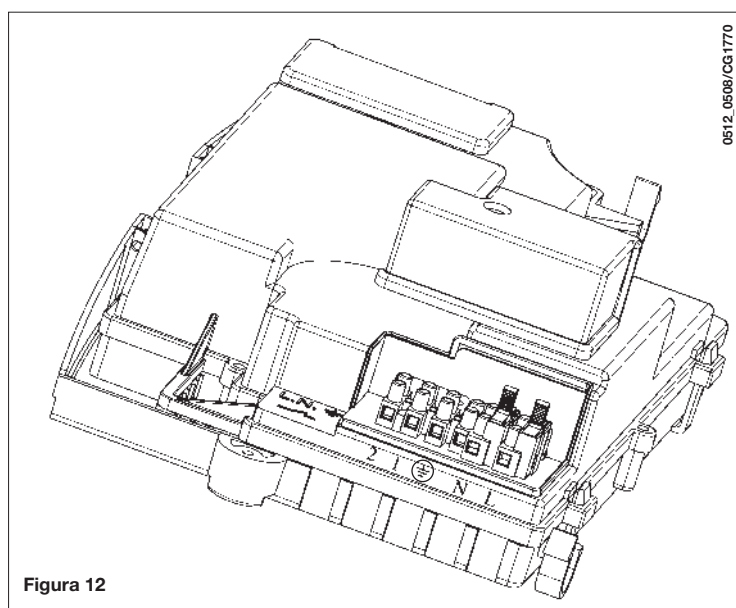

Figura 12
- retirar la tapa y acceder a la zona de conexiones eléctricas (figura 12).
- acceder al tablero de bornes de alimentación (figura 12) como se describe en el capítulo precedente;
- retirar el puente sobre los bornes (1) y (2);